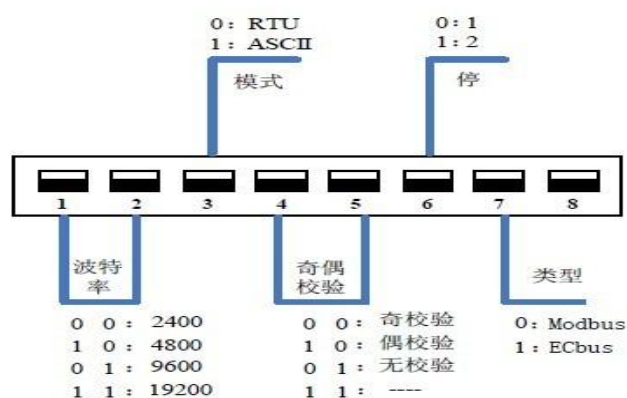

图3-1 拨码开关说明
拨码开关的设置说明见图3-1。
3. 将MTC的通讯协议选择拨码开关（位置见图1-1）的第七位拨到“1”选择MCbus 通讯协议（见图3-1）。PLC 主模块与MTC通过MCbus 总线连接，最多可以对7 个站点进行配置和监控。接线示意图如下所示。